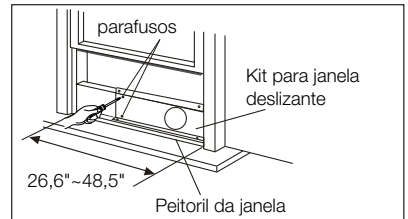
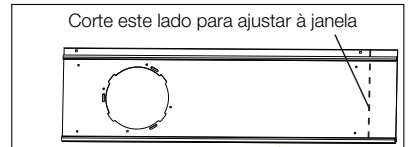
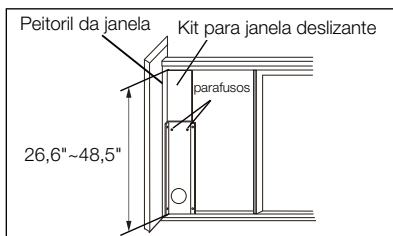

Fig. 13
Fig. 14
Fig. 19
2. Abra a janela e coloque o kit para janela deslizante no peitoril da janela (Fig. 13). Fixe o kit para janela deslizante no peitoril da janela. Ajuste o comprimento do kit para janela deslizante à largura da janela. Aperte os dois parafusos do kit para janela deslizante. Observe a Fig. 13. Corte o kit para janela deslizante ajustável se a largura da janela for inferior a 67,56 cm (Fig. 14).
- Abra a janela e coloque o kit deslizante no peitoril da janela. Observe a Fig. 19. Fixe o kit para janela deslizante no peitoril da janela. Ajuste o comprimento do kit para janela deslizante à altura da janela. Aperte os dois parafusos do kit para janela deslizante. Observe a Fig. 19. Corte o kit para janela deslizante ajustável se a altura da janela for inferior a 67,56 cm (Fig. 14).